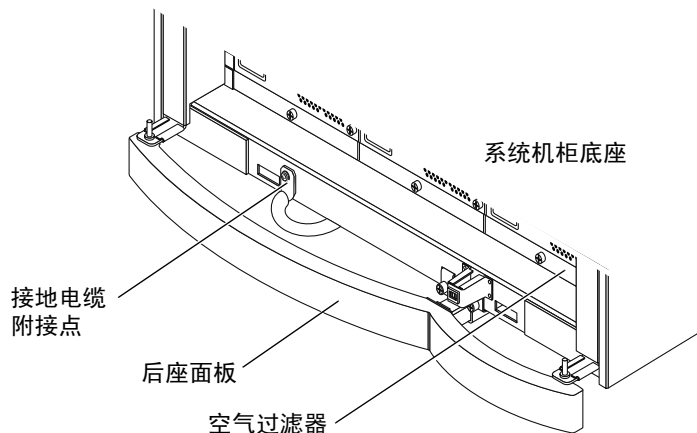

图 2-3 在系统机柜上的接地电缆附接点
3. 如图 2-3 所示，将接地电缆附接到系统上，附接位置在后座面板后方的框架底座的底端。